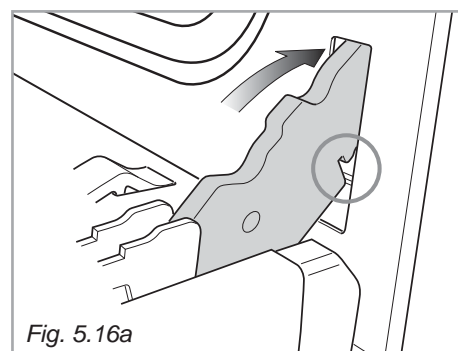

Fig. 5.16a
- Insérer le crochet des charnières (droite et gauche) dans son emplacement; s'assurer que la rainure soit dans sa logement (fig. 5.16a).